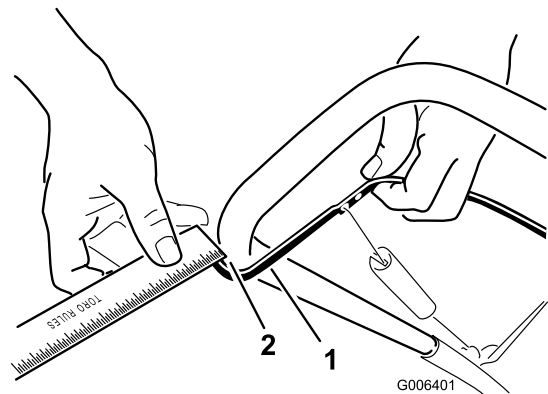

Figure 24
Rapprochez la barre de commande du guidon pour tendre le câble de commande (Figure 24).
Remarque: Vérifiez que la barre de commande et le guidon sont espacés de 2 à 3 mm (1/16 à 1/8 po) (Figure 24).
2. Accrochez le raccord en Z à un trou plus haut ou plus bas sur la biellette de réglage de manière à obtenir un espace de 2 à 3 mm (1/16 à 1/8 po) entre la barre de commande et le guidon (Figure 24).